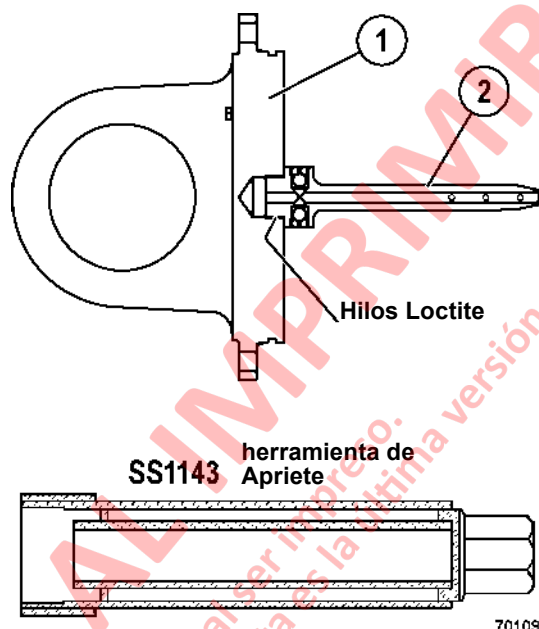

FIGURA 8-20. MONTAJE DE LA MANGA
4. La manga (2, Figura 8-20) debe ser revisada para ver si está apretada, en caso que no haya sido soldada por puntos previamente.
- a. Revise el apriete de la manga usando la herramienta especial SS1143 (Figura 8-20) y aplicando un torque de **1356 N.m (1000 ft. lbs)**.